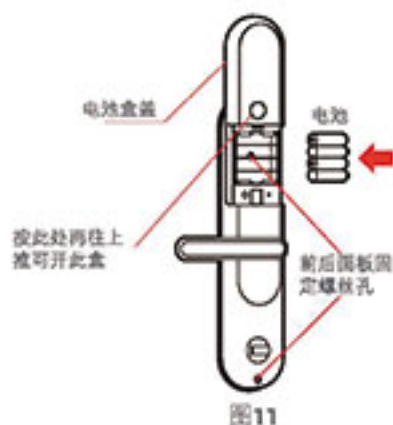

图11
- 7-2-5 拧紧面板对穿螺钉（电池盒盖后面的螺丝为M5x50mm，另一个为M5x70mm），其中一个需要拆下电池盒盖（拆下电池盒盖后的螺丝孔位置见图11）。
- ▶ 8-1 按照图11所示，按住电池盖下方并往上推，取下电池盖。